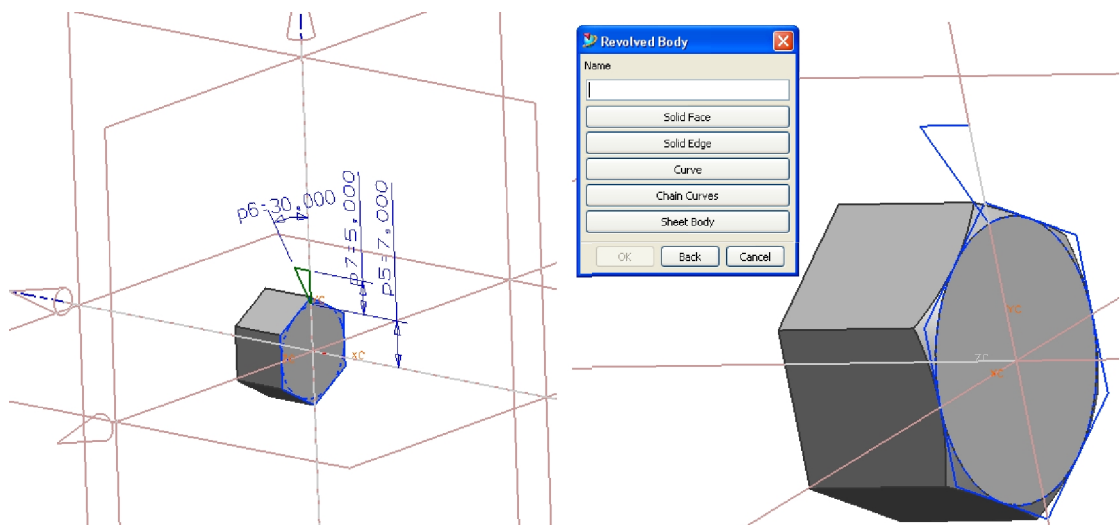
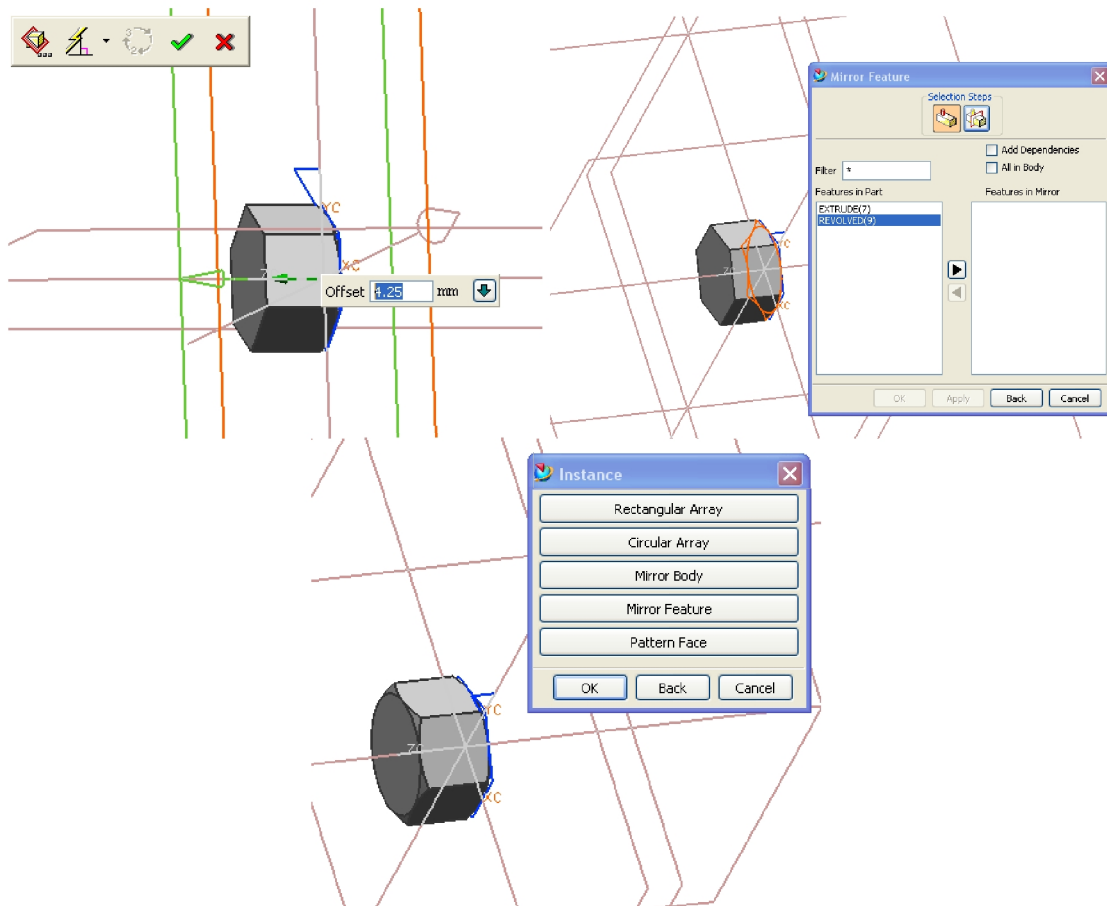

Рис. 134. Построение фаски на торце гайки
Рис. 135. Симметричное отображение фаски
5. Создайте эскиз: **Insert** → **Sketch** вспомогательную плоскость **X-Y** и нажмите **OK**. Далее с помощью предлагаемого инструментария постройте вспомогательный эскиз для построения фаски, выйдите из режима эскиза и выполните: **Revolved Body: Insert** → **Design Feature** → **Revolve...** Выберите созданный эскиз и нажмите кнопку **OK**. В **Boolean operation** выберите **Subtract** (Рис.134). Создайте такую же фаску на противоположном торце гайки. Для этого предварительно создайте **Datum Plane**, проходящий посередине высоты гайки (смещенный от основания гайки на 4.25 мм), воспользуйтесь: **Insert** → **Associative Copy** → **Instance...**, выберите опцию **Mirror Feature**, выберите **REVOLVED**, укажите средний **Datum Plane**, нажмите **OK** (Рис. 135).